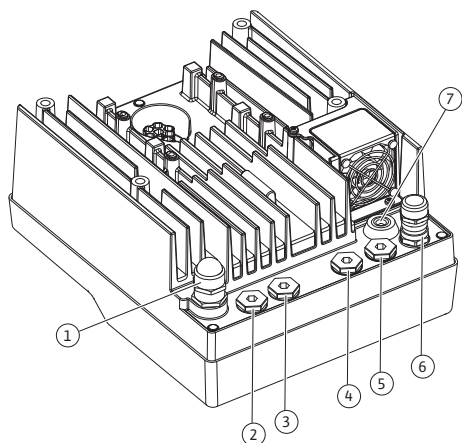

Fig. 19: Kabelskjøt med gjenger / kabelgjennomføringer
| Tilkobling | Kabelskjøt med gjenger | Kabelgjennomføring Fig. 19, pos. | Klemme-nr. |
| SSM 1~220 V AC ... 1~240 V AC 12 V DC | Plast | 2 | 2 (Fig. 19) |
| SBM 1~220 V AC ... 1~240 V AC 12 V DC | Plast | 3 | 3 (Fig. 19) |
4. Tilkoblingskabelen må føres gjennom kabelskjøten med gjenger M25 (Fig. 19, pos. 1). Trekk til kabelskjøten med gjenger med angitt dreiemoment.